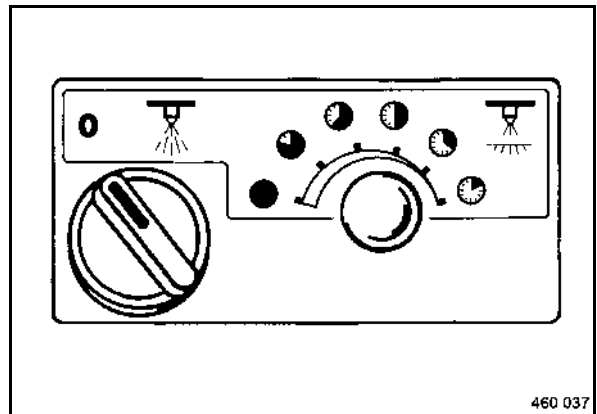

fig. 70
- Tourner l'interrupteur rotatif de l'arrosage (fig. 70) sur position "droite".